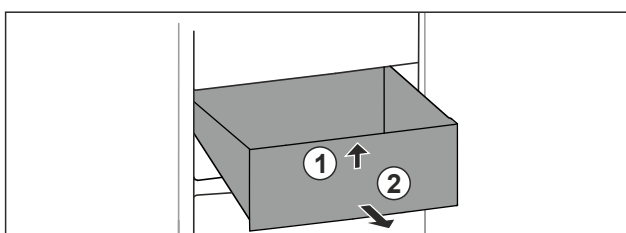

Fig. 115
- ▶ Soulever la partie avant du tiroir. Fig. 115 (1)
- ▶ Retirer le tiroir par l'avant. Fig. 115 (2)